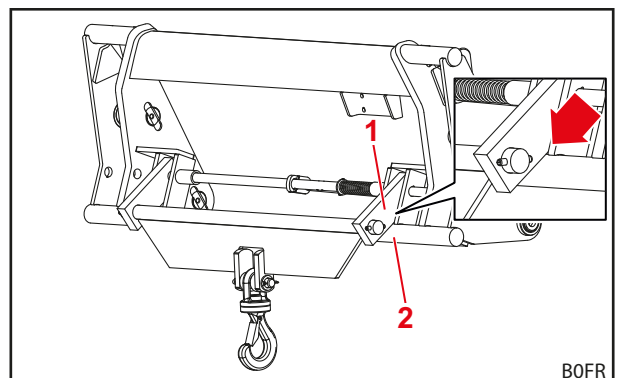

Fig. 91 Posizione dell'attrezzo per il trasporto del carico
- (1) Se non è presente alcuna protezione antiabbassamento, abbassare il caricatore frontale fino a toccare il terreno.
- (2) Agganciare il carico al gancio.
- (3) Sollevare il caricatore frontale fino a quando il carico non penzola liberamente.
- (4) Posizionare l'attrezzo in modo tale che le ganasce poggino sui tiranti trasversali inferiori del telaio intercambiabile (vedere Fig. 91).
- (5) Procedere con estrema cautela fino al punto di scaricamento.